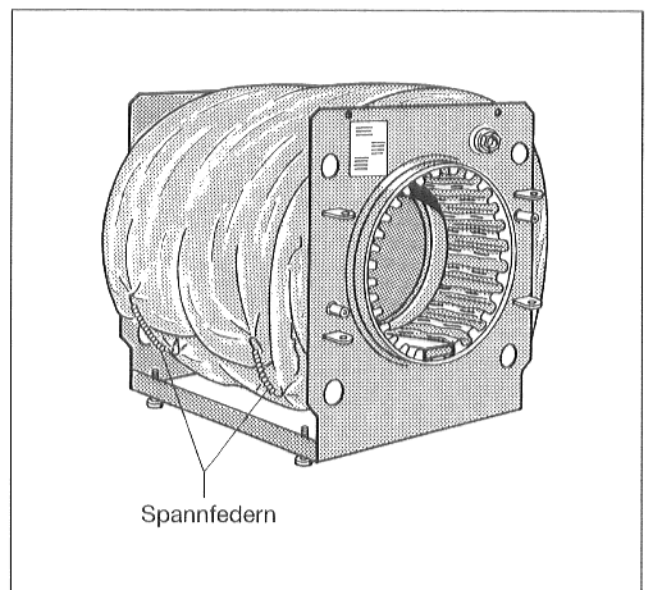

Abb. 6
- Wärmeschutzmatte mit 2 Spannfedern befestigen (Abb. 6).